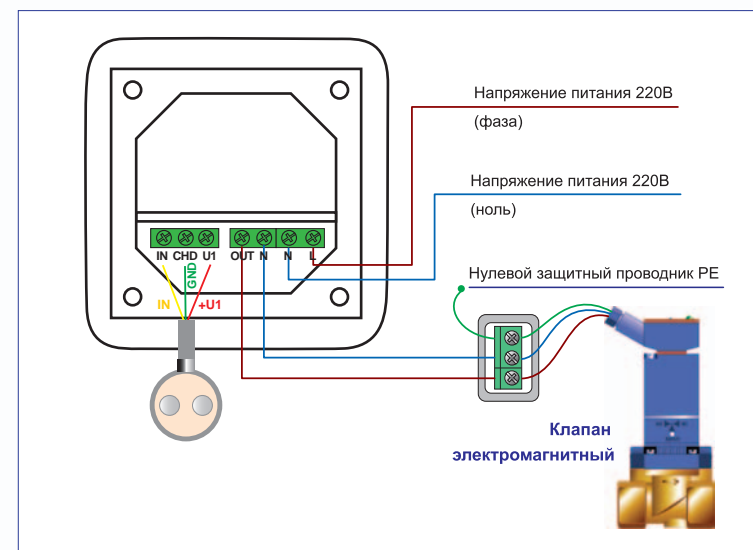

Рис. 12 Схема подключения к блоку управления Нептун-Mini датчиков протечки воды и электромагнитных клапанов.
Напряжение питания на блок управления и электромагнитный клапан должно быть подано из силового шкафа и обязательно через УЗО (на 30 мА). К блоку управления подвести фазу и ноль согласно схеме подключения (рис. 12). Электромагнитный клапан подключается к блоку управления специальным кабелем, входящим в комплект поставки.
- выполните соединение проводов в соответствии со схемой (рис. 12)